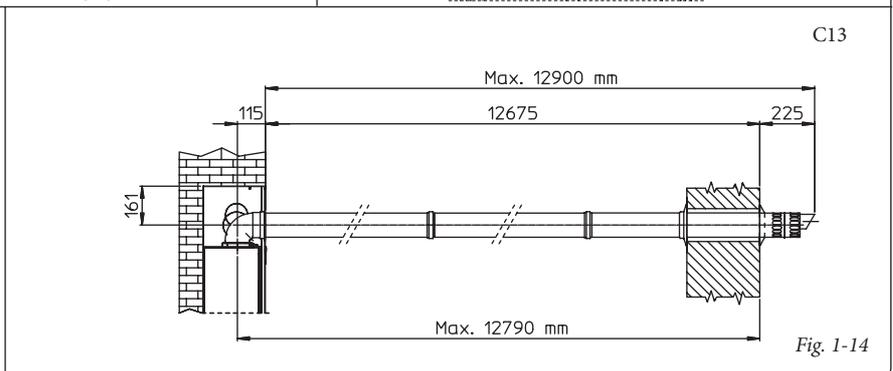

Fig. 1-14
- Prolunghe per kit orizzontale (Fig. 1-14). Il kit orizzontale di aspirazione-scarico Ø 60/100